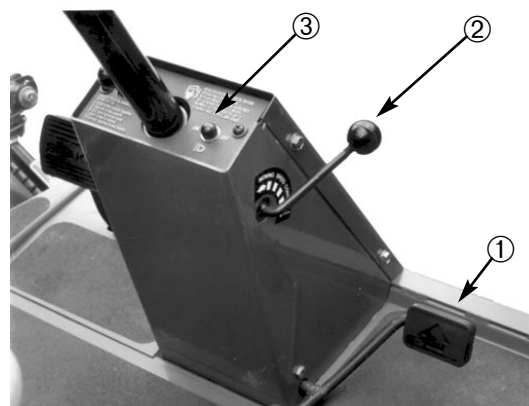

Fig. 9
**Kjørepedalen** (fig. 9)—Denne brukes for å kjøre fremover eller bakover. Trykk inn øverst del av pedalen for å kjøre fremover, og nederste del for å kjøre bakover. Hastigheten avhenger av hvor langt ned pedalen trykkes. For største hastighet uten belastning trykkes pedalen helt ned, samtidig som gassen settes på FAST (HURTIG). For å stoppe løfter du foten litt av pedalen slik at den går tilbake til midtstilling.
**Fartsbegrenser** (fig. 9)—Denne hendelen kan stilles inn på forhånd for å begrense hvor langt ned pedalen kan trykkes. Dette gir en jevn, konstant klippehastighet fremover.